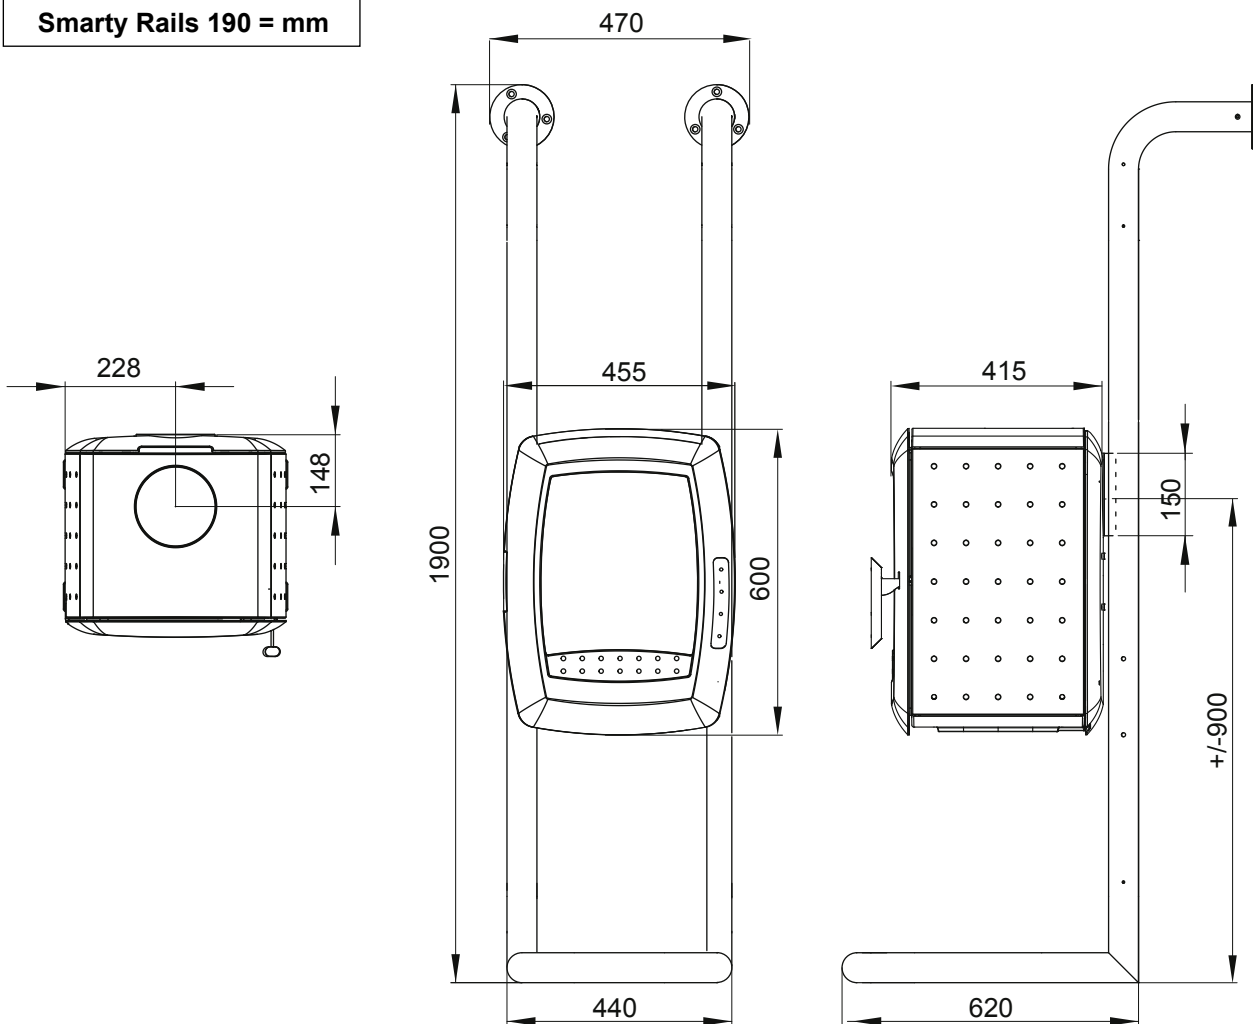

FIG 1
- FIG 1: Fjern pynteskruene fra skruerhullene bak på ovnen. Disse skruene brukes etterpå for å feste braketten til rørene.
- FIG 1: Fjern pynteskruene fra skruerhullene bag på ovnen. Disse skruer bruges senere til at fæstne beslaget til rørene.
- FIG 1: Remove the decorative screws from the holes on the back of the stove. These screws are later used for fastening the brackets onto the rails.
- FIG 1: Enlevez les vis décoratives des trous à l'arrière du poêle. Ces vis sont utilisées postérieurement pour attacher les fixations sur les rails.
- FIG 1: Rimuovere le viti decorative dai buchi sulla parte posteriore della stufa. Queste verranno usate successivamente per il fissaggio delle staffe sulle barre.
- FIG 1: Entfernen Sie die Dekorschrauben an der Rückseite des Ofens. Später schrauben Sie damit die Ofenhalterung an die Laufschielen.